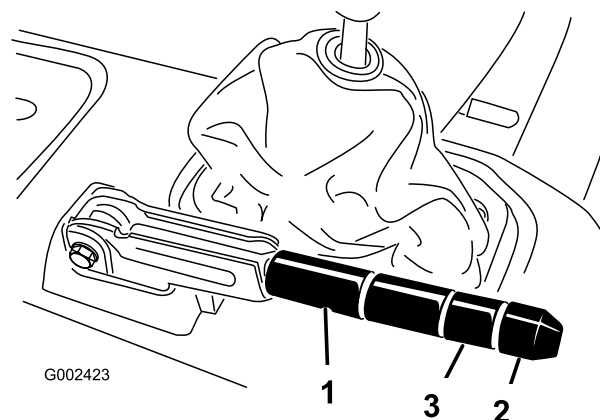

図 61
2. ブレーキレバーに調整ノブを固定している固定ネジをゆるめる (図 61)。